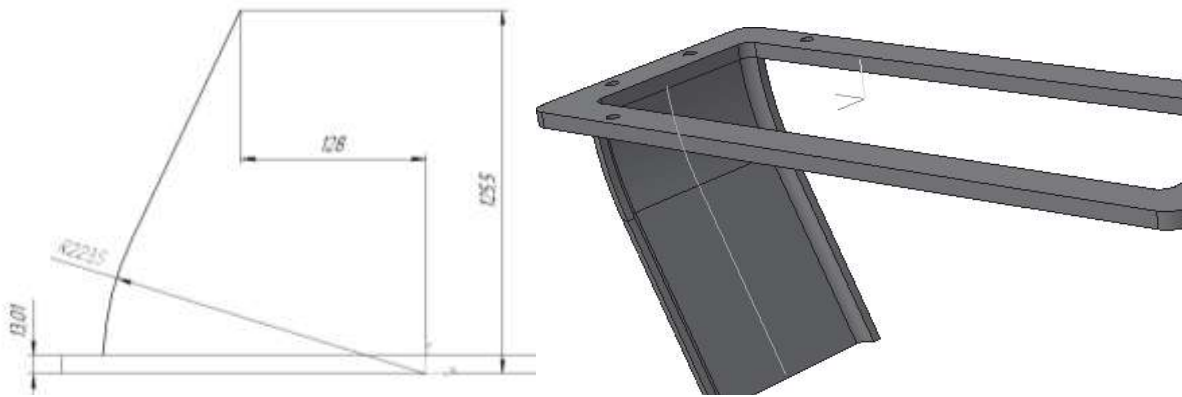

Рисунок 6.3 – Додання передньої стінки корпусу редуктора
5. Починаємо створення ескіза в площині ZY . Нарисуйте в ньому криву, що окреслює вигин передньої стінки редуктора (рис. 6.3). При створенні цього ескіза необхідно врахувати, що система, встановлюючи орієнтацію по нормалі до площини ескіза, повертає модель на 180° . Це означає, що зображення всіх ескізів, розміщених в площині ZY або в паралельних їй площинах (які відповідають зображенням головного вигляду), доведеться рисувати симетрично щодо горизонтальної осі.
6. Створивши ці два ескізи, натисніть кнопку *Кінематична операція* панелі *Редагування деталі* і побудуйте передню стінку редуктора. Як базовий ескіз вкажіть профіль стінки, а як траєкторію - тільки що створену криву-контур корпуса. У групі кнопок *Рух перетину* натисніть кнопку *Паралельно самому собі*. Створіть кінематичну операцію. В результаті до фланця редуктора буде додана його передня стінка (рис. 6.3).